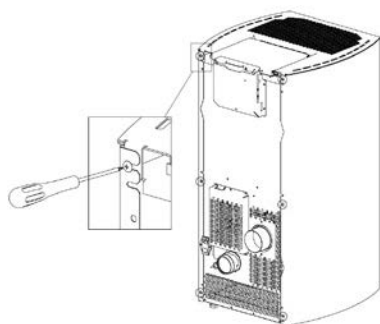

Fig. 56 - Draai de schroeven los
- Draai de 6 schroeven achteraan los (zie **Fig. 56**).